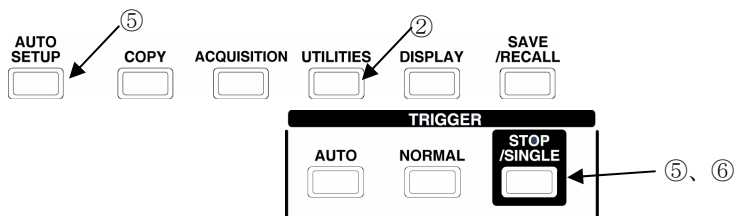

図 4.3 キーのレイアウト
- ① すべての CH 入力端子からプローブやケーブルを外します。
- ② 図 4.3 で [UTILITIES (ユーティリティ)] キーを押します。